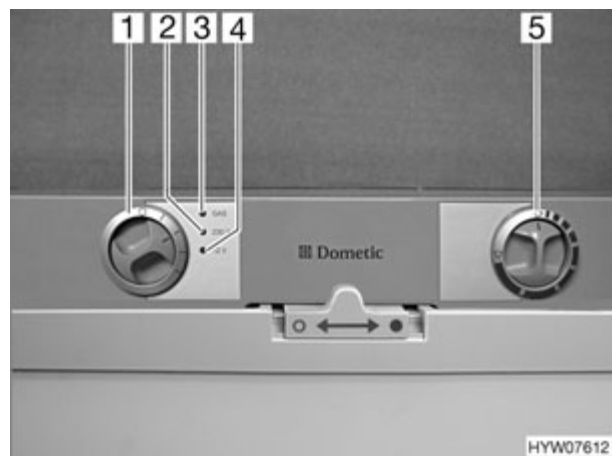

Fig. 153 Elementos de mando para el frigorífico (variante 5)
- Situar el selector de energía (Fig. 153,1) en "GAS".
- Poner el regulador giratorio (Fig. 153,5) en la potencia máxima. El suministro de gas está abierto. El encendido se realiza automáticamente. Se oye un sonido de tic-tac hasta que el proceso de encendido se haya llevado a cabo con éxito. El piloto de "GAS" (Fig. 153,3) se enciende de color amarillo.
- Situar el selector de energía (Fig. 153,1) en "O". El aparato está desconectado.
- Situar el selector de energía (Fig. 153,1) en la posición "230 V". El piloto de "230 V" (Fig. 153,2) se enciende de color verde.
- Ajustar la temperatura de refrigeración con el regulador giratorio (Fig. 153,5).
- Situar el selector de energía (Fig. 153,1) en la posición "12 V". El piloto de "12 V" (Fig. 153,4) se enciende de color verde.